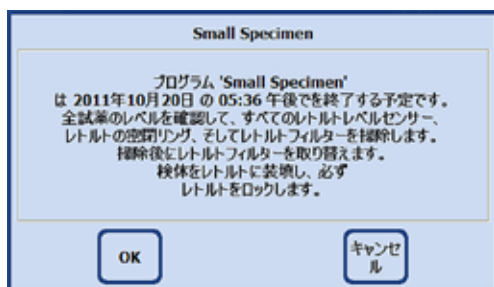

図 193
6. プログラムが起動すると、メッセージ (図 193) が表示され、プログラムの予想終了時間を示し、オペレータに試薬レベルをチェックし、レトリットを密閉するよう指示を出します。